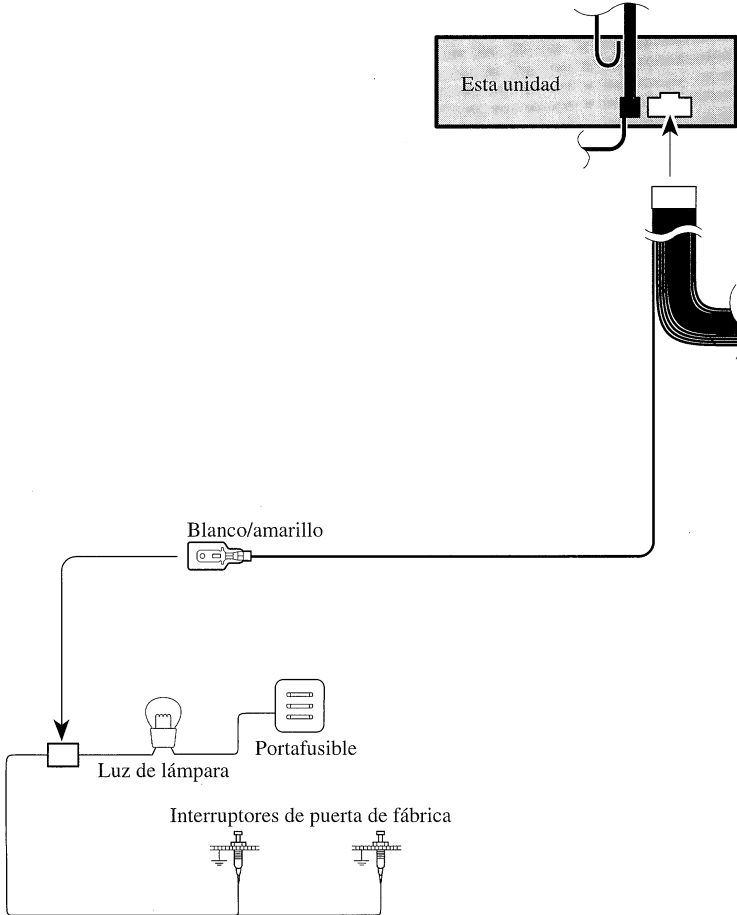

Fig. 3
■ Blanco/amarillo (Interruptor de puerta, DOOR SWITCH) (Fig. 3 y 4)